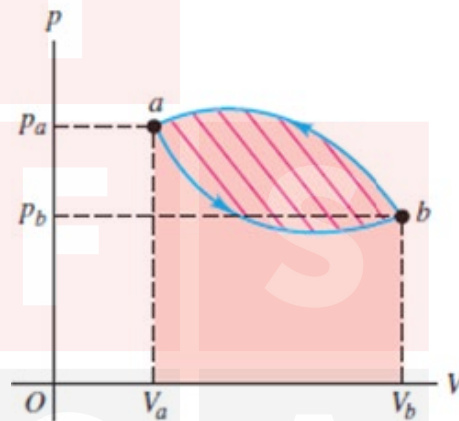

Figura 63
**Ejemplo de un proceso cíclico:** La Figura 63 es una gráfica  $pV$  para un proceso cíclico, donde los estados inicial y final son el mismo. Inicia en  $a$  y procede en sentido antihorario en la gráfica  $pV$  hasta  $b$  y vuelve a  $a$ , siendo el trabajo total  $W = -500$  J. a) ¿Por qué es negativo el trabajo? b) Calcule el cambio de energía interna y el calor agregado en el proceso.